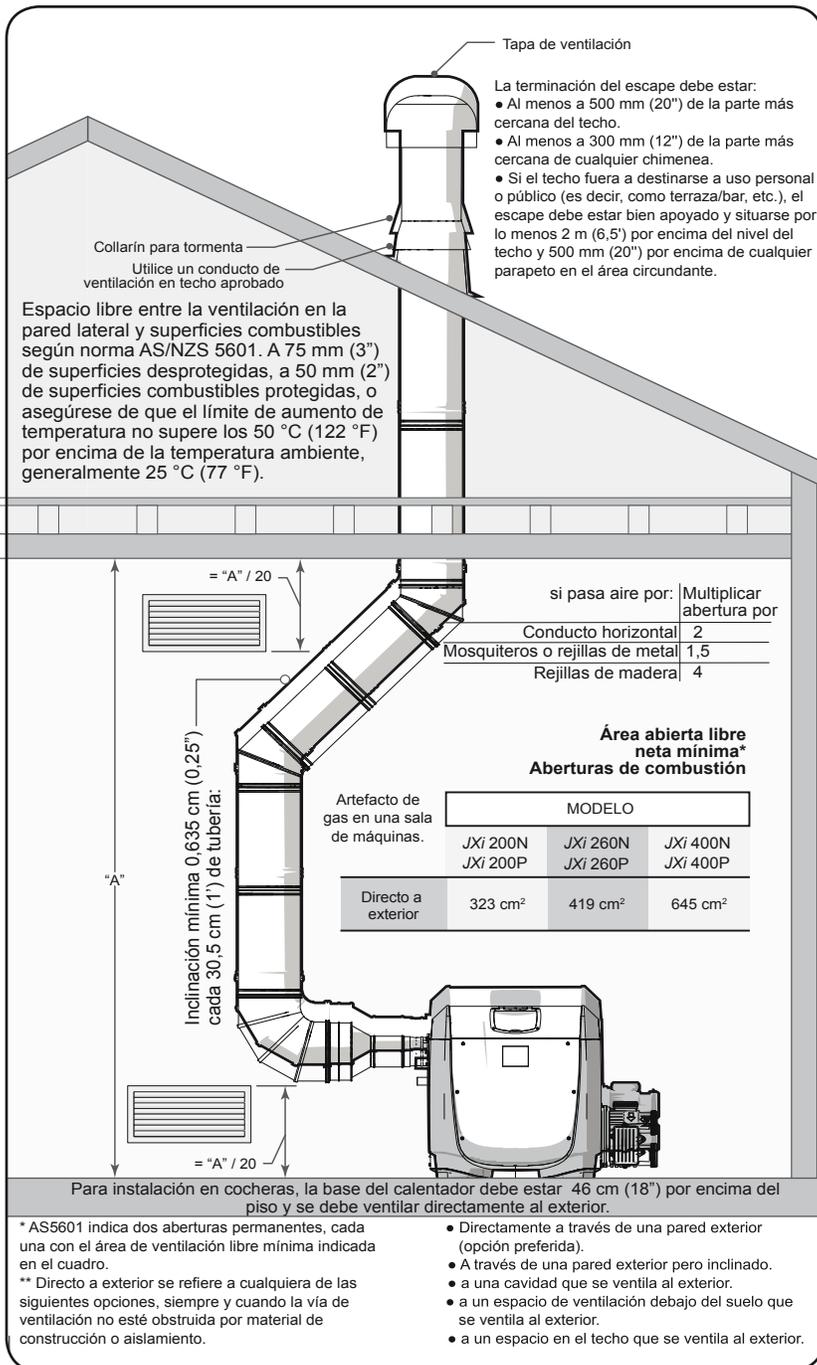

Figura 4. Instalación en cobertizo interior y exterior
Cuando se suministra aire de combustión directamente a través de una pared externa, cada abertura debe tener una superficie libre mínima de 25,4 mm cuadrados (1 in²) cada 1,2 kW de potencia de entrada de la capacidad nominal de entrada total de todos los artefactos que se encuentran en el área cerrada. Si debe pasar aire de combustión a través de conductos horizontales, cada abertura debe tener una superficie libre mínima de 25,4 mm cuadrados (1 pulg.²) cada 1,2 kW de potencia de entrada de la capacidad nominal de entrada total de todos los artefactos que se encuentran en el área cerrada. Consulte los detalles en *Figura 4*.
La información sobre el "Área abierta libre neta mínima" de la *Figura 4* no se aplica a instalaciones en las que se utilizan ventiladores de tiro inducido o extractores de cualquier tipo. Todo equipo que extraiga aire de la habitación donde está instalado el calentador puede agotar el suministro de aire de combustión o invertir la acción de tiro natural del sistema de ventilación. Esto puede hacer que se acumulen gases de escape en la habitación. Debe suministrarse aire adicional para compensar dicho escape. Consulte con un ingeniero profesional para asegurarse de que las instalaciones en las que se utilizan ventiladores de tiro inducido o extractores estén diseñadas e instaladas de acuerdo con todos los códigos de instalación nacionales y locales aplicables.
- **PRESIÓN ESTÁTICA NEGATIVA:** La unidad funciona con un orificio de ventilación de presión estática negativa, una temperatura de gas de ventilación que evita la producción excesiva de condensado y que se ventila verticalmente terminando en el techo. La terminación debe pasar a través de un conducto de ventilación en el techo debidamente instalado y aprobado, un collarín para tormenta de tamaño adecuado y una tapa de ventilación. Ver *Figura 4*.
- **No** utilice más de tres codos. Pueden utilizarse tramos horizontales de ventilación pero no deben superar los 4,9 m (16 pies) de longitud y siempre se debe respetar la pendiente/inclinación mínima para los tramos horizontales, conforme se especifica en la *Figura 4*.